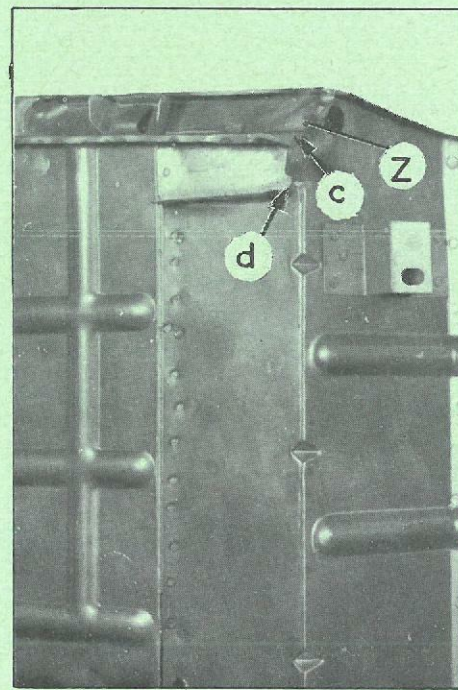

Fig. 7
- c et symétriquement (fig. 7)
- d et symétriquement (fig. 7)